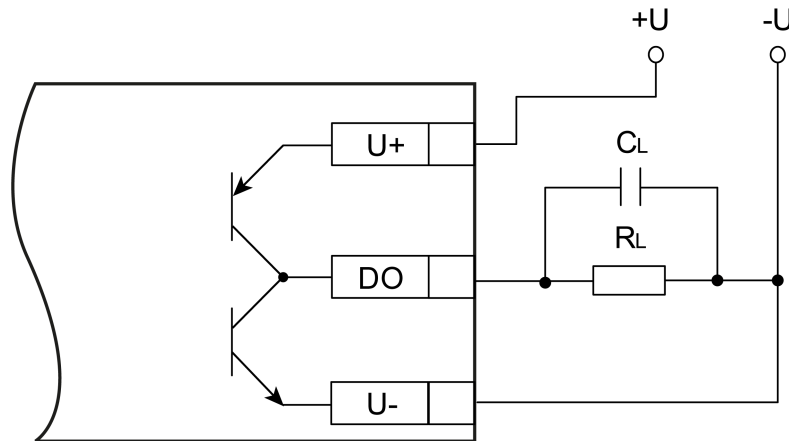

Abb. 4.3 Ausgangsbeschaltung im Push-Pull-Schaltmodus
- Push-Pull Schalter (Abb. 4.3) — zum Schalten von Lasten mit größerer Kapazität und geringerem Strom (weniger als 100 mA)